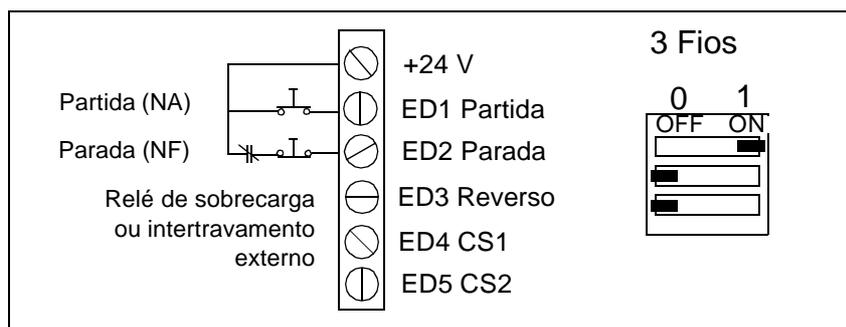

Figura 4-4 Seletor S1 e ligação recomendada para Modo de Controle 3 fios.
- 3 fios, veja Figura 4-4, Tabela 4-5 e Tabela 4-6
- 3 fios 2, veja Figura 4-4, Tabela 4-7 e Tabela 4-8